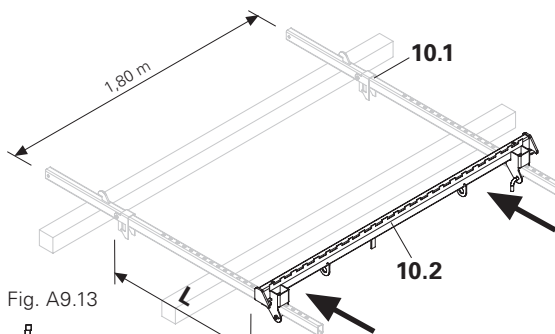

Fig. A9.13
2. Spingere la traversa (10.2) sulle due travi longitudinali e fissarla in posizione con perni (reticolo 5 cm). (Fig. A9.13/ A9.14)
Regolare la distanza dei puntelli (L) (vedere Installazione della piattaforma). (Fig. A9.13)